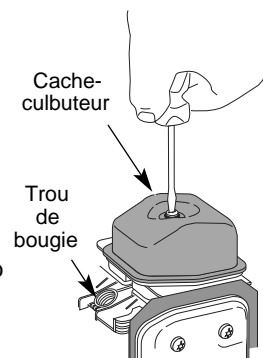

Fig. 53
5. Limpie la suciedad de alrededor de la cubierta del brazo oscilante. Saque el tornillo que sostiene la cubierta del brazo oscilante con un destornillador grande de vŕstago plano o con una broca Torx T-25 (Fig. 53). Saque la cubierta y la junta del brazo oscilante.